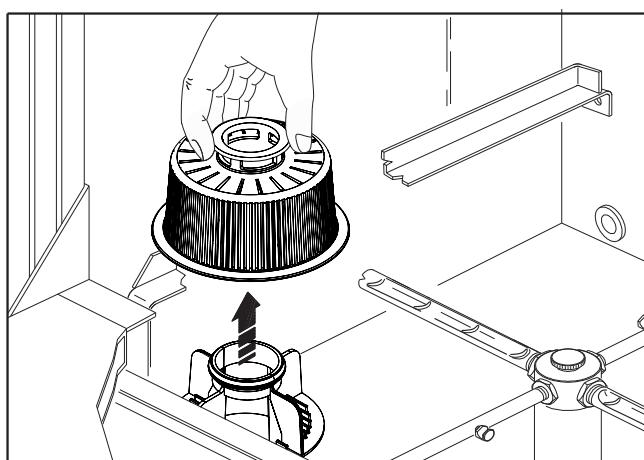

Рис. 17
2. Снимите и очистите фильтр моющего насоса (рис.17) и, при наличии, фильтры ванны.